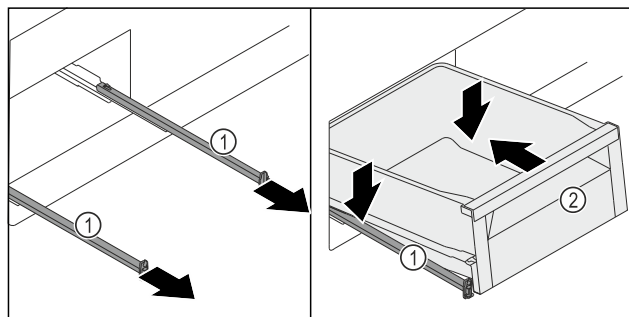

Fig. 119
- ▶ Húzza ki a síneket Fig. 119 (1).
- ▶ A síneket Fig. 119 (1) szorosan tartsa meg, majd a fiókot Fig. 119 (2) ferdén felülről helyezze rá a sínekre Fig. 119 (1).
- ▶ A fiókot Fig. 119 (2) ütközési tolja hátra a síneken Fig. 119 (1).